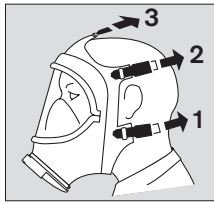
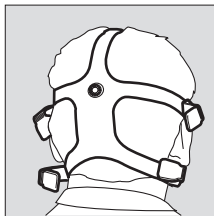

Fig. 4
Fig. 5
- Jalar ambas cintas de la nuca (fig. 4, paso 1) y después las cintas de las sienes (fig. 4, paso 2) uniformemente hacia la parte posterior de la cabeza, de tal modo que el centro del atalaje quede en el centro de la cabeza (fig. 5).
- Jalar la lengüeta de la cinta de la frente (fig. 4, paso 3), sólo en caso necesario. Respiración normal. El aire usado debe fluir fácilmente de la válvula de exhalación.